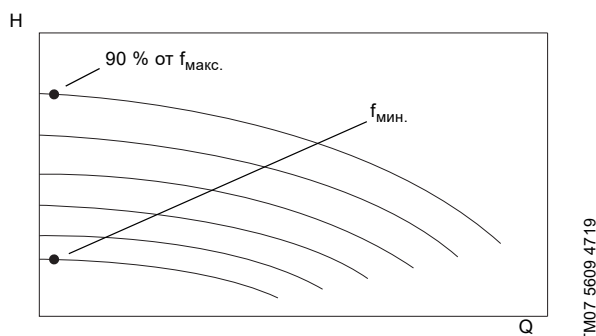

Рис. 115 Характеристика QH для насоса с регулируемой частотой вращения для выбора рабочих точек при низком расходе
3. Выберите характеристику насоса для установки рабочей точки рядом с $f_{\min}$ и введите для Q значение 0,1 в качестве "Рабочей точки". См. рис. 115.
5. Выберите характеристику насоса для установки рабочей точки рядом с частотой вращения на уровне 90 % и введите для Q значение 0,1 в качестве "Рабочей точки". См. рис. 115.